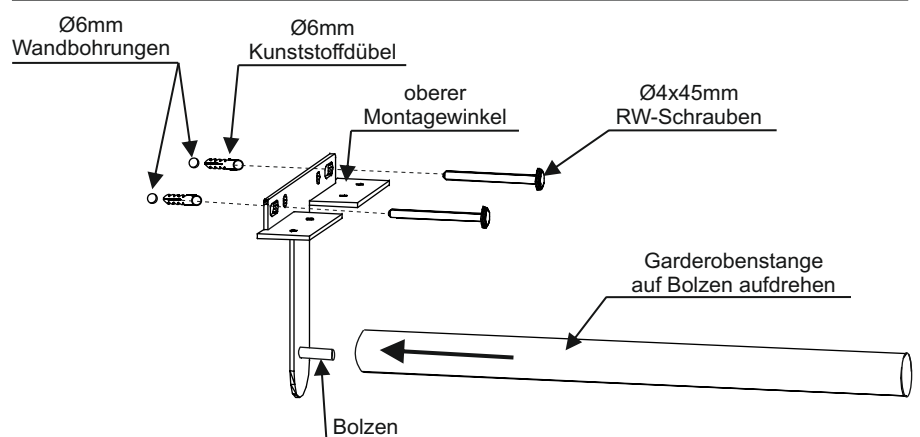

Abb. 3
- Montieren Sie anschließend den oberen- und unteren Montagewinkel mit den $\text{\O}6\text{mm}$ Kunststoffdübel und den $\text{\O}4 \times 45\text{mm}$ RW-Schrauben. (Abb. 3 / 4)
9. Montieren Sie die Garderobenstange an dem Bolzen des oberen Montagewinkel. (Abb.3)